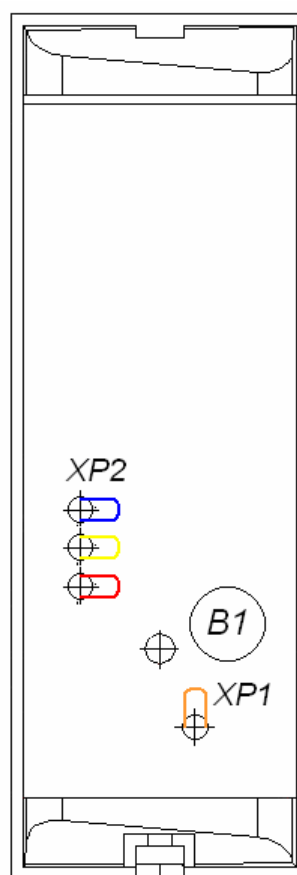

Рисунок 4. Расположение пьезоэлемента (B1), трех перемычек «номер считывателя» (XP2) и перемычки «отключение концевого резистора» (XP1)
Кроме того, на тыльной стороне считывателя расположены четыре перемычки проводом (см. рис. 4):
4. При помощи трех перемычек **XP2** (см. рис. 4) установите номер считывателя, для чего в соответствии с табл. 1 необходимые перемычки перекусите кусачками. Разрезанные перемычки не должны контактировать с другими перемычками и с металлическим основанием.
5. С целью предотвращения искажений сигнала на концах линии связи **RS-485** должны быть установлены концевые резисторы. В считывателе **PERCo-IR03.1** такой резистор предусмотрен конструктивно. Если устанавливаемый считыватель не является конечным устройством на линии связи, то на нем необходимо отключить концевой резистор, для чего перекусите перемычку **XP1** (см. рис. 4). Проверьте наличие концевых резисторов на реальных концах линии связи интерфейса **RS-485**.